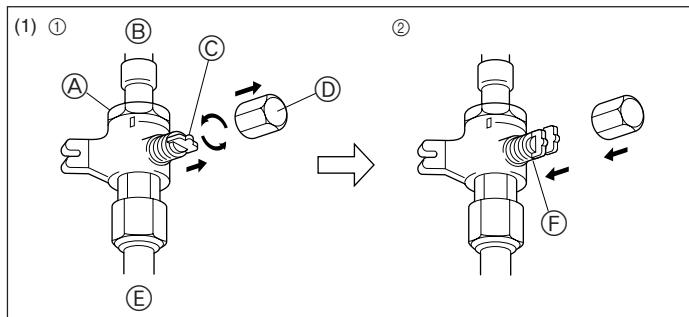
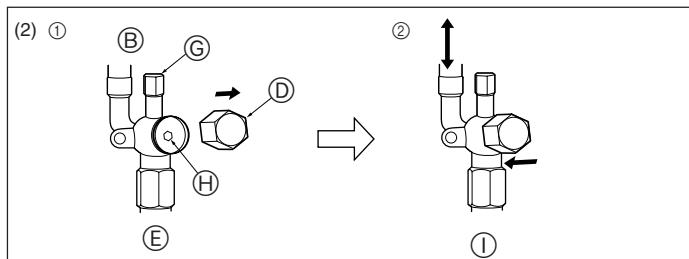

Fig. 4-4
Fig. 4-5
- (1) Πλευρά αερίου (Fig. 4-4)
- ① Βγάλτε το καπάκι, τραβήξτε τη λαβή προς την πλευρά σας και περιστρέψτε κατά το 1/4 της στροφής προς τα αριστερά για να ανοίξει.
- ② Βεβαιωθείτε ότι η βαλβίδα διακοπής είναι εντελώς κλειστή, πιέστε μέσα τη λαβή και περιστρέψτε τα επαναφέρατε το καπάκι στην αρχική του θέση.
- (2) Πλευρά υγρού (Fig. 4-5)
- ① Βγάλτε το καπάκι και περιστρέψτε το στέλεχος της βαλβίδας προς τα αριστερά έως το τέρμα χρησιμοποιώντας ένα εξαγωνικό κλειδί 4 χλστ. Σταματήστε να περιστρέψετε έως ότου το φτάσει στον αναστόλο.